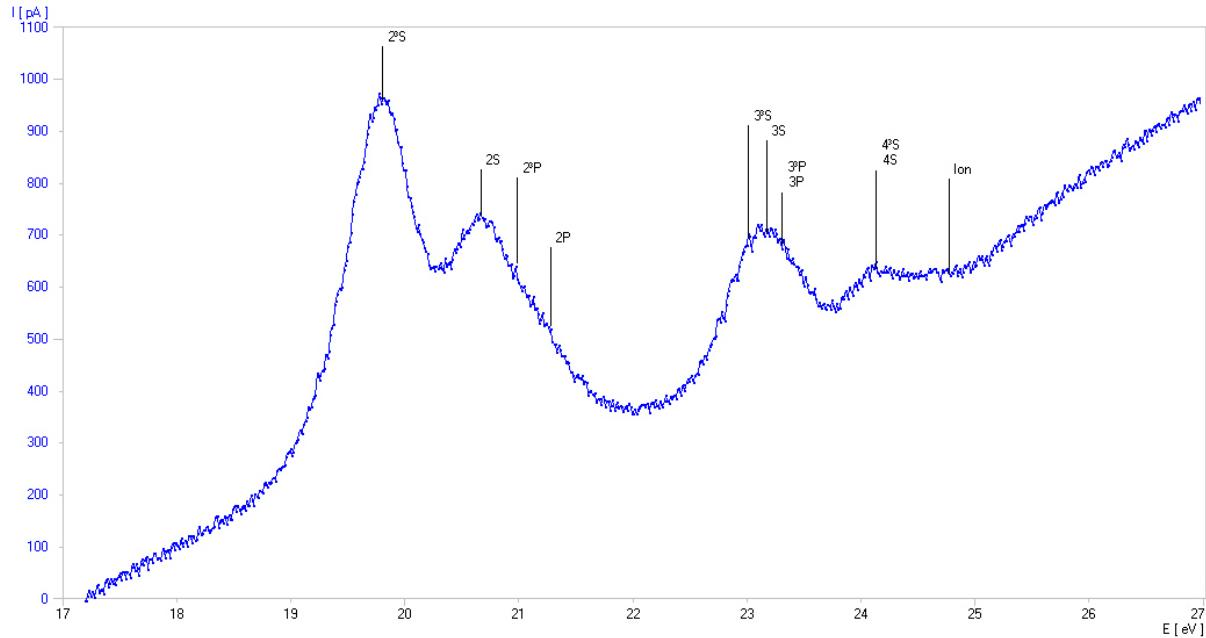

Fig. 3: Bestimmung der kritischen Potenziale des Heliumatoms (Messkurve aufgenommen mit dem 3B NET/log™)
- Diagramm erstellen, in dem die X-Achse mit der Größe E und die Y-Achse mit der Größe I belegt ist (siehe Fig. 3).